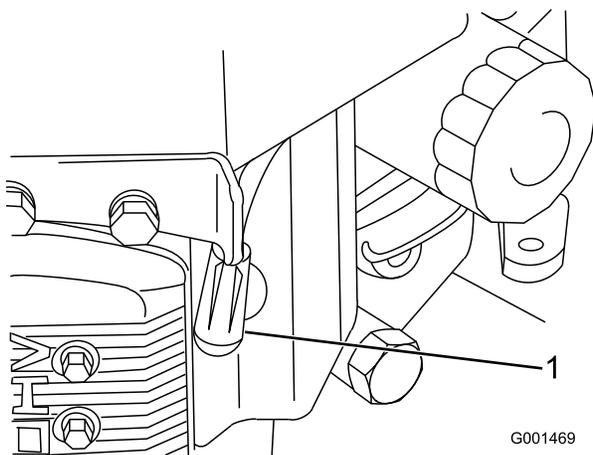

Figure 35
3. Débranchez les fils des bougies (Figure 35).